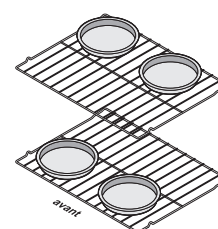

Figure 12 : Espacement des ustensiles de cuisson
- Lorsque vous cuisinez avec deux grilles de four, positionnez l'ustensile de cuisson comme illustré à la figure 12. Laissez un espace d'au moins 5 cm (2 po) entre les ustensiles de cuisson pour permettre à l'air de bien circuler.